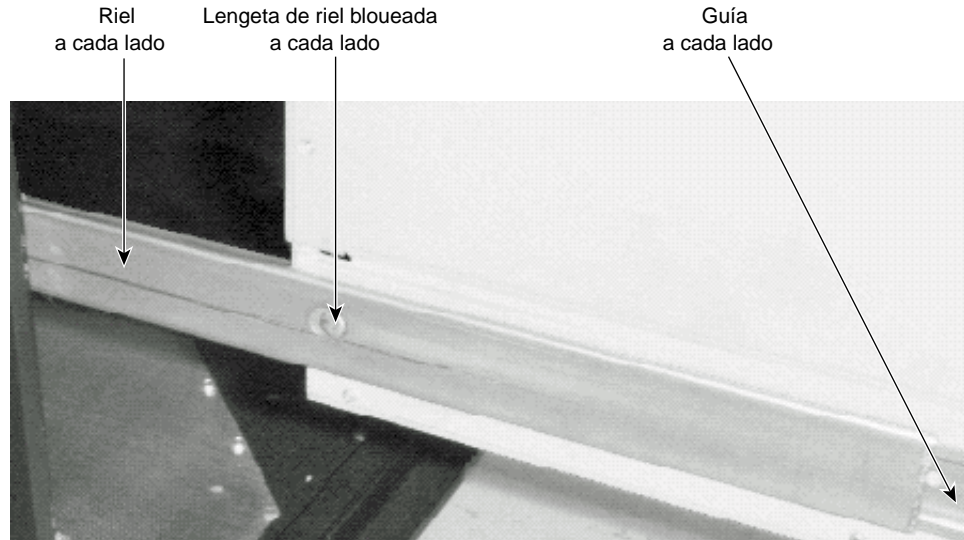

Figura 1-9 Riel en la guía
12. Presione las lengüetas bloqueadas y deslice por completo la unidad base hacia el interior del bastidor. Cuando la unidad base haya recorrido algunos centímetros, ésta y los rieles se moverán juntos en el bastidor de equipos. Vea la Figura 1-9.